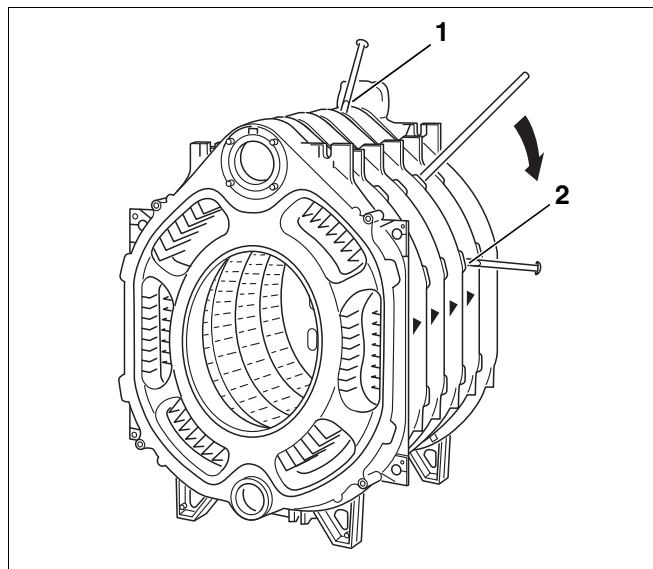

Fig. 22 Divisione del blocco caldaia
- Inserendo a forza (battendo) dei cunei piatti o degli scalpelli nei punti previsti (fig. 22, [1] e [2]), sopra e sotto tra gli elementi della caldaia separare la caldaia nel punto di perdita.